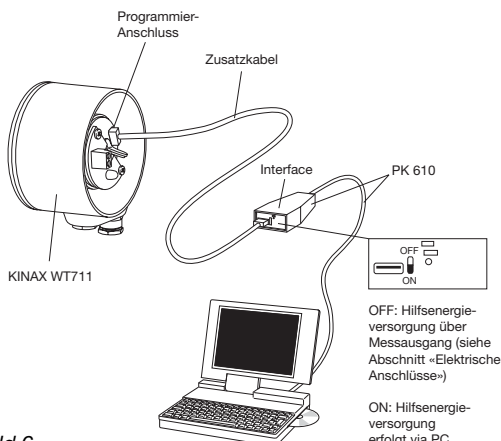
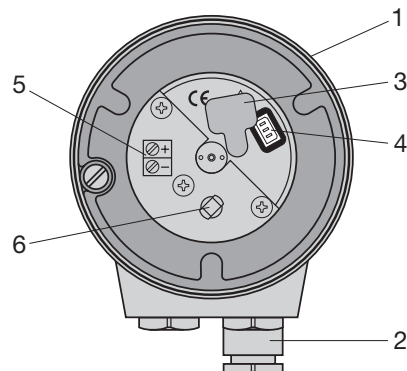

Bild 6
Bild 8. Gehäuse (1), Deckel abgenommen, mit Klemmen (5) und Stopfbuchsen (2).
1. Kunststoff-Deckel vom Gehäuse entfernen. Durch Abziehen des Gummi-Verschlusses (3) wird der Programmieranschluss (4) zugänglich (siehe Abschnitt «8.1 Leitungen anschliessen» und Bild 8). KINAX WT 711 nach Bild 6 mit der Programmiereinrichtung verbinden. Konfigurations-Software 2W2 starten. Gerät – wenn nötig – mit den gewünschten Messbereichsdaten konfigurieren.
1. Messumformer in Betrieb nehmen und gemäss Bild 6 an Programmierereinrichtung anschliessen (Schalter AUX am PK 610 auf OFF).